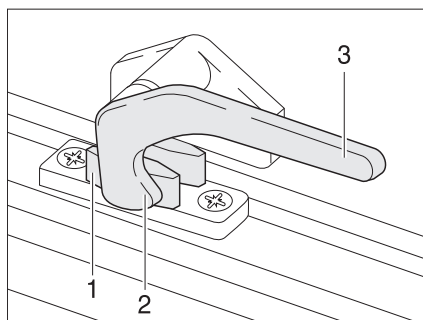

Fig. 49 Palanca de bloqueo en la posición de "cerrado"
- Girar la palanca de bloqueo (Fig. 49,3) un cuarto de vuelta hacia la mitad de la ventana.
- Girar la palanca de bloqueo (Fig. 49,3) un cuarto de vuelta hacia el marco de la ventana. El saliente de bloqueo (Fig. 49,2) se encuentra en la cara interior del bloqueo de la ventana (Fig. 49,1).
- En la posición "cerrada fijamente" (Fig. 49)